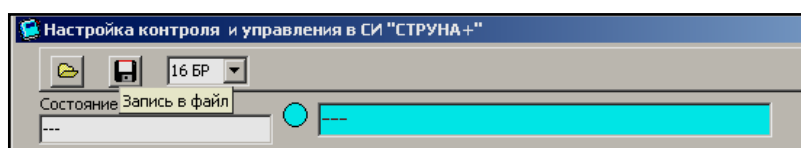
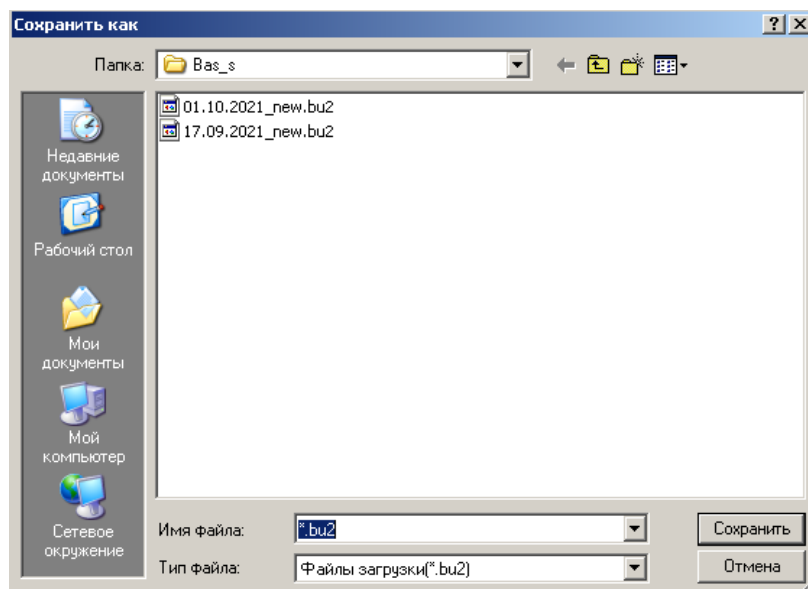

Рисунок 4.20
Рисунок 4.21
4.5.9.1 Нажать на кнопку «Запись в файл» (рисунок 4.20). В результате на экране появится форма «Сохранить как» (рисунок 4.21). **Расширение файла настроек управления БР для программы «servis+_02_XX.exe», где «XX» не менее 64 – «.bu2». Для более ранних версий сервисной программы расширение файла – «.buu». форматы файлов «*.buu» и «*.bu2» несовместимы.**